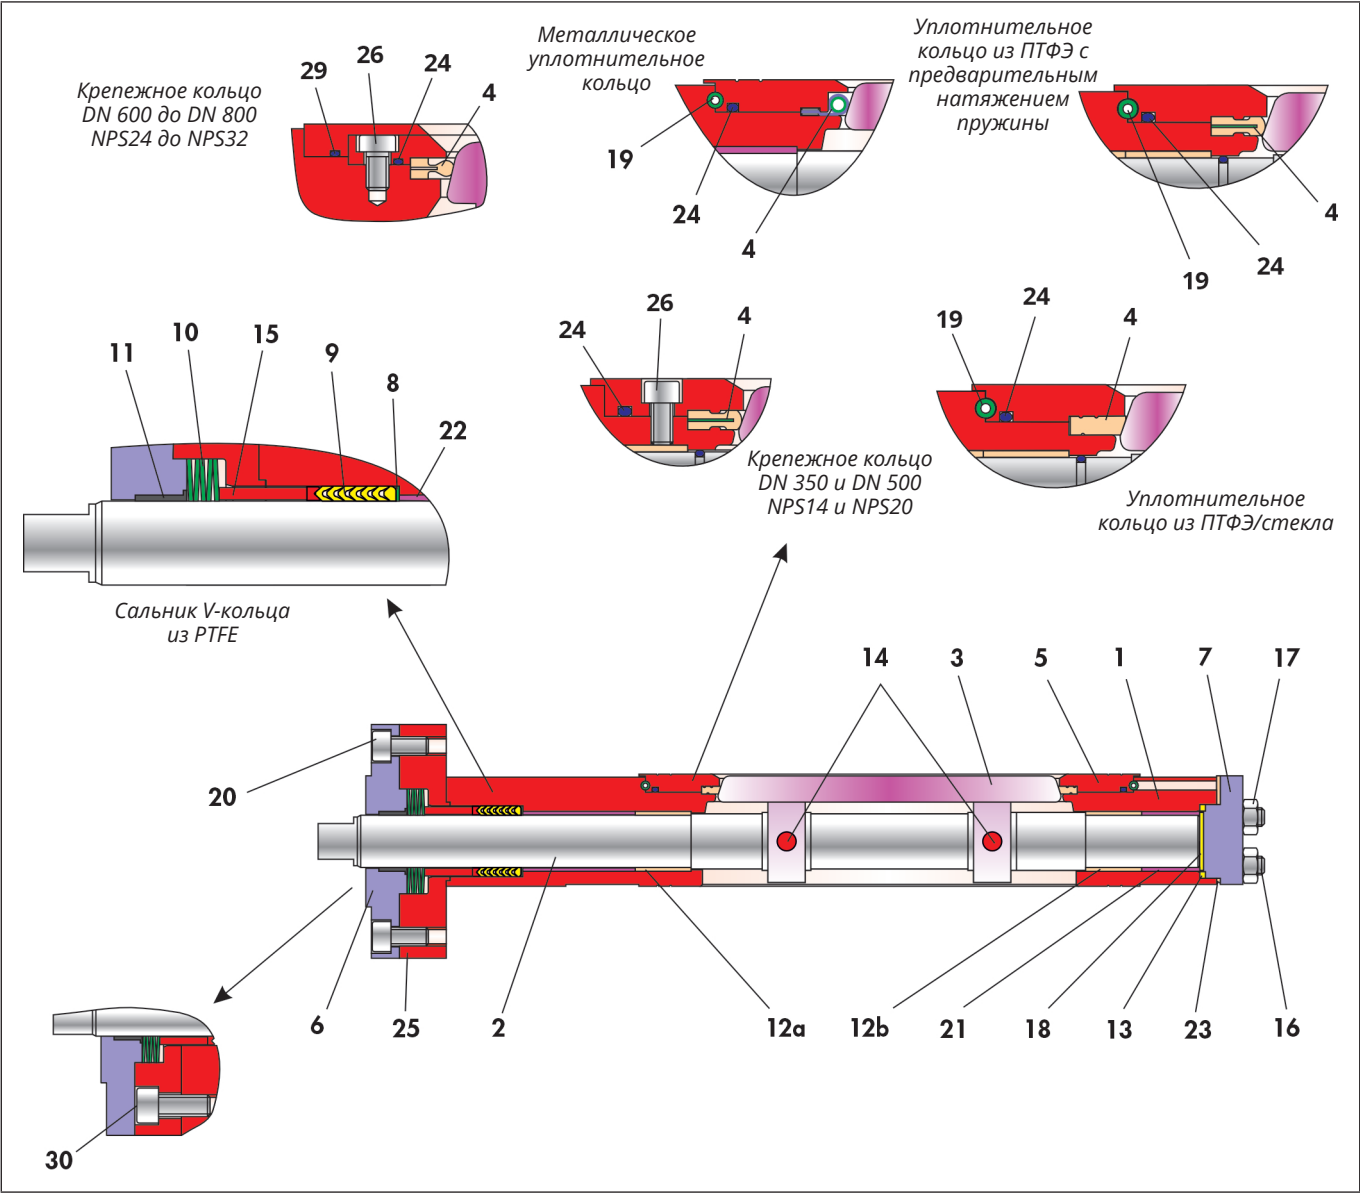

Рис. 3-4: Чертеж в разрезе заслонки BR 14с с предварительно напряженной тарельчатой дисковой пружиной шевронной уплотнительной манжетой
Расположение шевронной уплотнительной манжеты показано на чертеже в разрезе (Рисунок 3-4).
- ⇒ Переместите толкатель (15) через вал управления и вдавите его в соответствующее место в корпусе.
- ⇒ Установите комплект тарельчатых пружин (10). Расположение тарельчатых пружин показано на чертеже в разрезе (Рисунок 3-4).
- ⇒ Вдавите подшипниковую втулку (11) в нажимную втулку сальника (6).
- ⇒ Предварительно смонтированную таким образом нажимную втулку сальника аккуратно вставьте в промежуточный фланец и отрегулируйте с помощью болтов (20).
- ⇒ Равномерно и попеременно затяните болты (20).